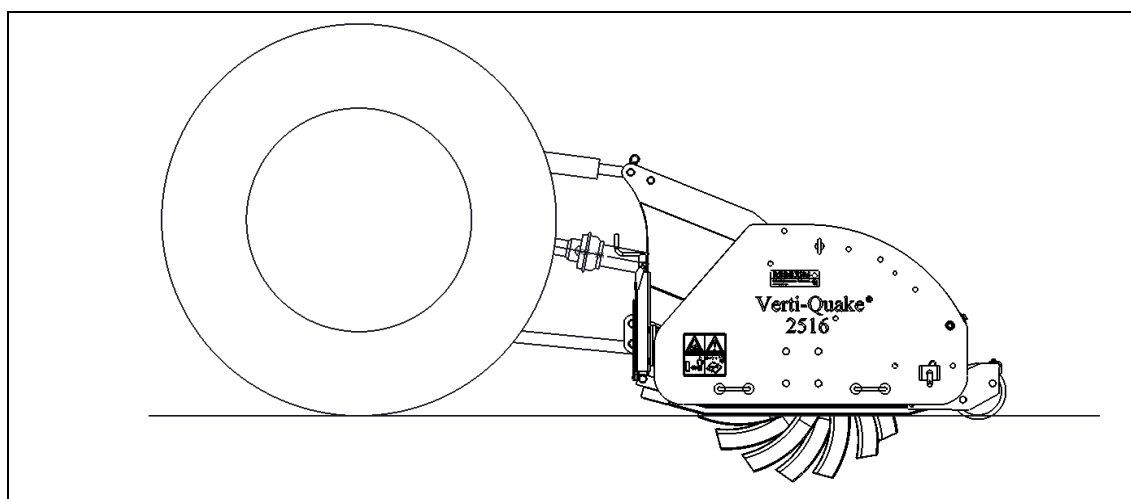

Fig 12
**☞ Regolare il tirante superiore in modo tale che la parte posteriore del piedino a strascico sia parallela alla superficie del suolo. La manovra diminuisce le sollecitazioni di carico dell'attrezzatura sul suolo ed evita i danni alla superficie. (fig. 12)**